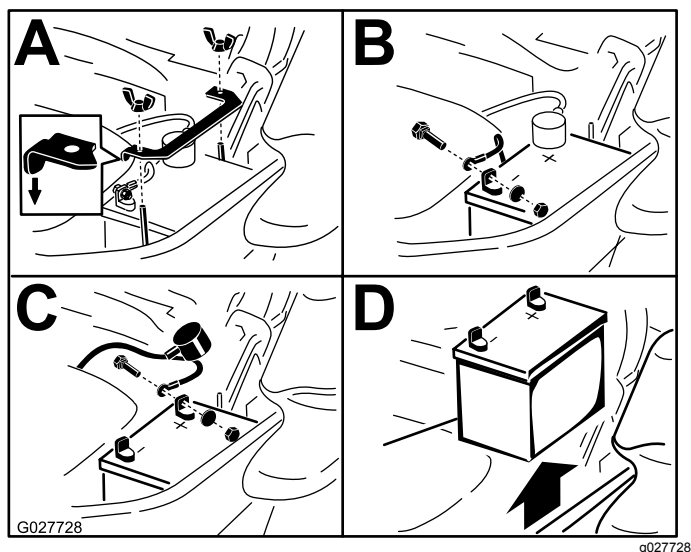

Figure 61
3. Retirez la batterie, comme montré à la Figure 61.
Remarque: Placez la batterie dans son support en tournant les bornes à l'opposé du réservoir hydraulique (Figure 61).